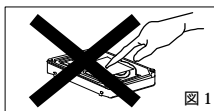

図 1
- ・ トップカバーを上から押さえる力を加えないでください。(図1 参照)